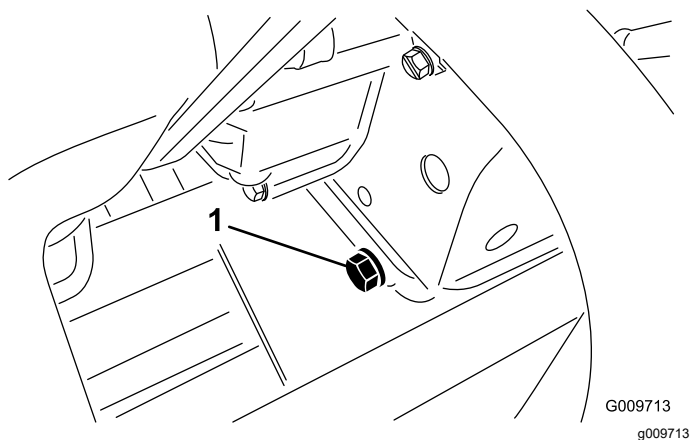

**Рисунок 91**
2. Снимите пробку сливного отверстия (Рисунок 91) и дайте маслу стечь в сливной поддон.